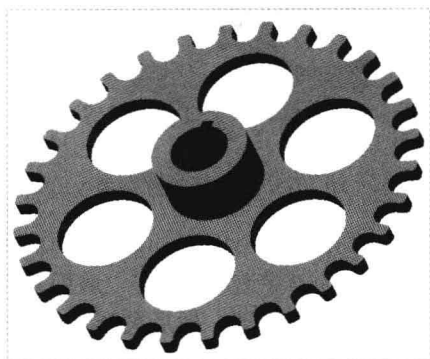

图 17-59 创建拉伸切除特征 2
Step 12 返回“拉伸”选项卡, 设置拉伸类型为穿透, 并调整拉伸方向, 单击“移除材料”按钮, 然后单击“应用并保存在工具中所做的所有更改, 然后关闭工具操控板”按钮 , 完成拉伸切除特征的创建, 如图 17-59 所示。